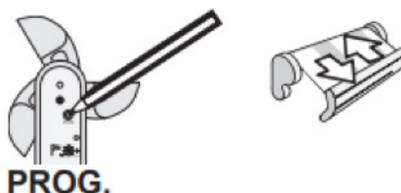

Imagen 47: Botón de programación del sensor viento y movimiento de subida y bajada de motores “iclack-clack!”.
c. Pulsar brevemente el botón de programación (PROG) del sensor de viento Eolis, hasta escuchar de nuevo el mismo sonido de los motores “iclack-clack!” (imagen 47).